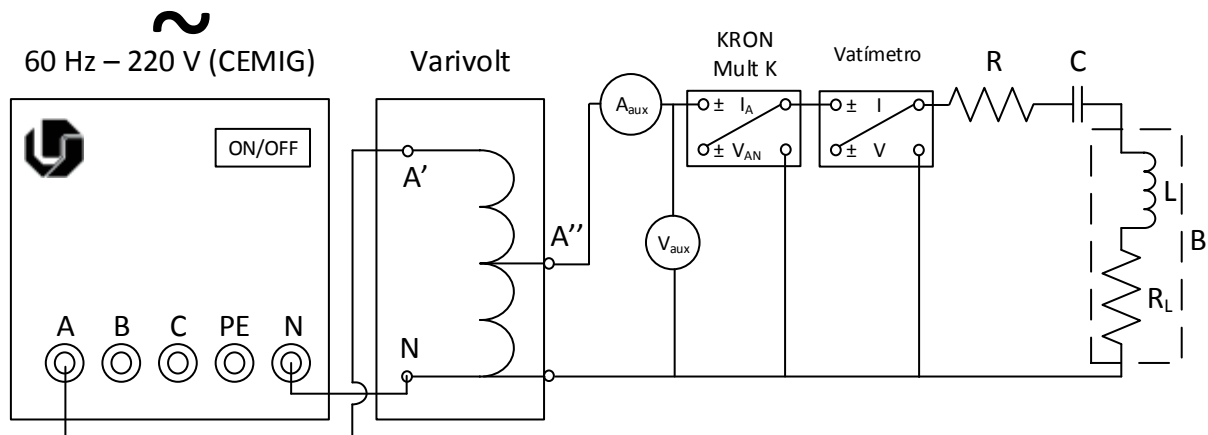

Figura 1 – Montagem Experimental
- a. Realize a montagem informada na Figura 1, com os parâmetros *R*, *C*, *L*, *R_L*, *V* e *f* (preenchendo a Tabelas 1).
- Na Figura 1, usando o medidor eletrônico *KRON Mult K* é possível encontrar a medição da potência real (*P*) usando um vatímetro, reativa (*Q*) e aparente (*S*) do circuito.